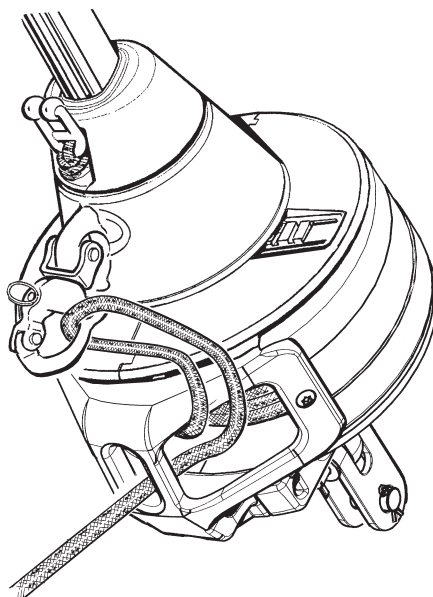

Fig: 6.2.a
- ☐ Assurez la bosse avec le mousqueton d'amure. Le système est alors verrouillé pour éviter un déroulement accidentel. Description du montage, figure 6.2.a.